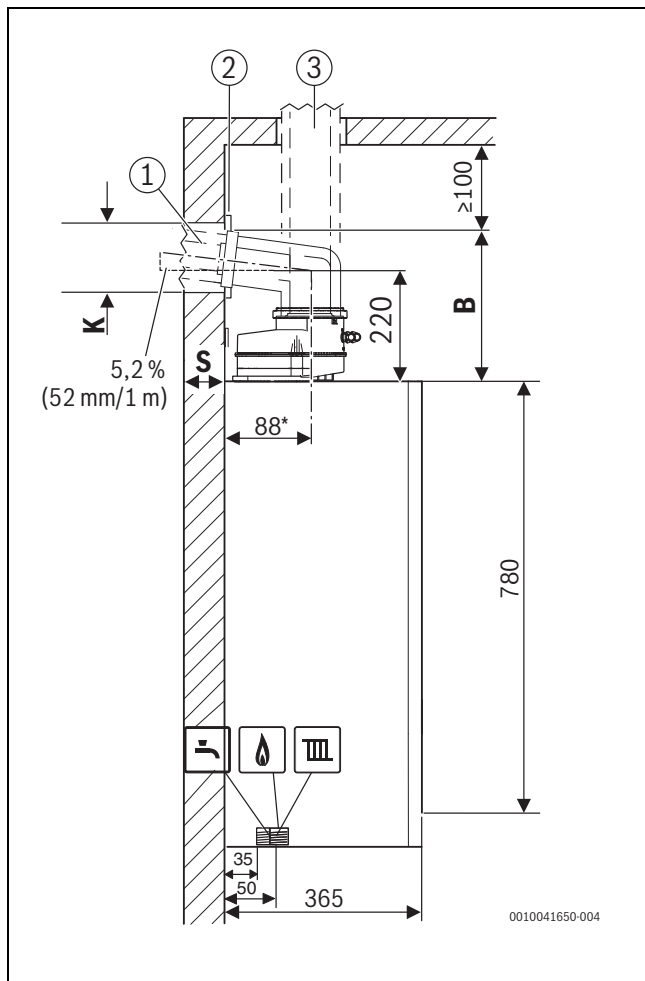

Bild 1 Seitenansicht (mm)
- Ggf. Maß der Blende ([2] in Bild 1) addieren.